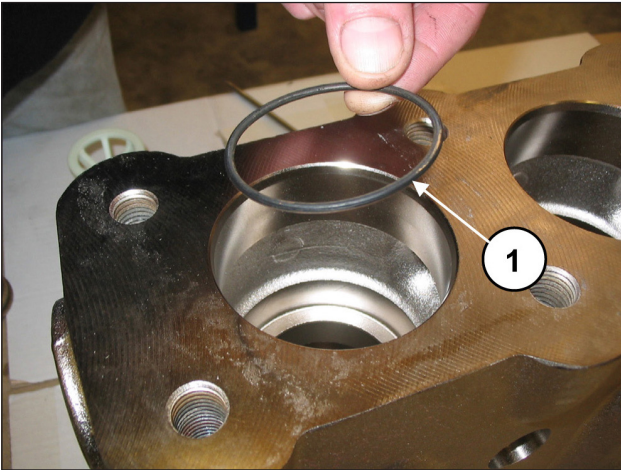

Abb. 93
Setzen Sie den O-Ring ein, Pos. 5 Explosionszeichnung (Pos. ①, Abb. 93).